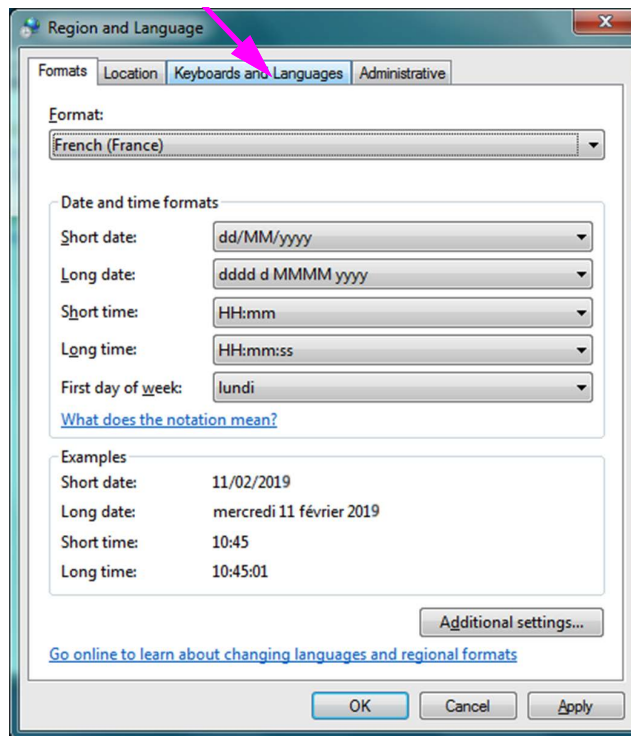

Abbildung C-7. Fenster „Region and Language“ (Region und Sprache)
1. Klicken Sie auf dem Bildschirm „Region and Language“ (Region und Sprache) auf die Registerkarte **Keyboards and Languages (Tastaturen und Sprachen)** (vgl. Abbildung C-7).